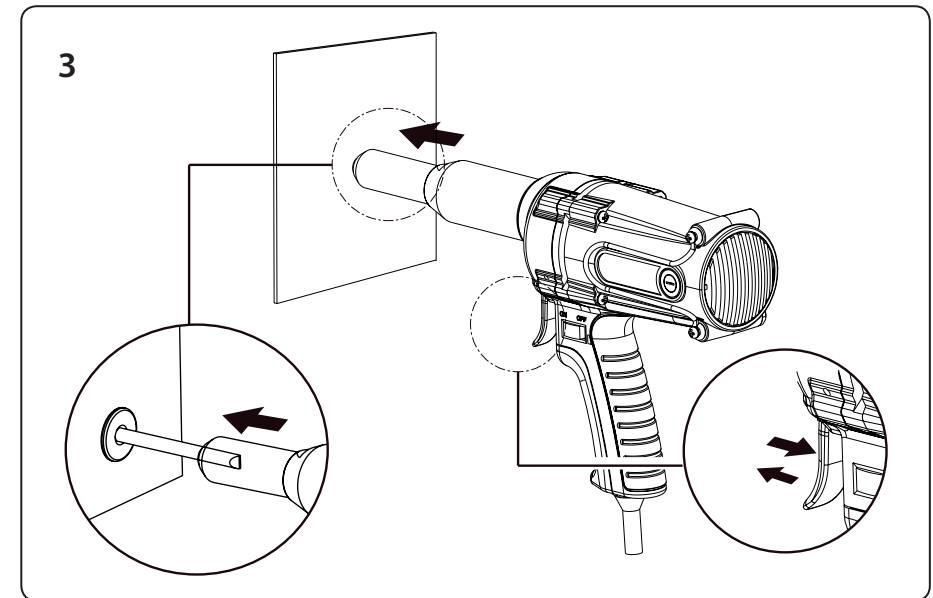

Abb.5
- c) Setzen Sie den Nietschaft in die Nietbolzenöffnung in der Nietpistole und drücken Sie sofort ohne Anhalten den Pistolenauszug und lassen Sie ihn sofort wieder los, siehe Schritt 3, Abb. 5. Der Pistolenauszug darf nicht angehalten werden.